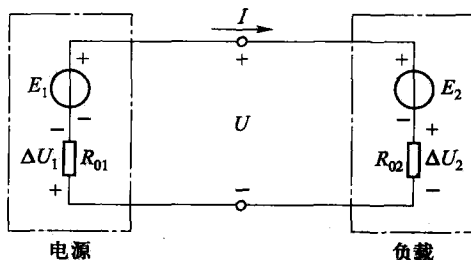

图 1.3.1 例题 4 的图
【例题4】 在如图 1.3.1 所示的电动自行车充电电路中, 电动势 $E_1 = 40 \text{ V}$, 电动势 $E_2 = 36 \text{ V}$, 内阻 $R_{01} = 0.4 \Omega$, $R_{02} = 0.6 \Omega$ 。(1) 试求电路中的充电电流 I 和各个元件上的功率;(2) 试说明功率的平衡。